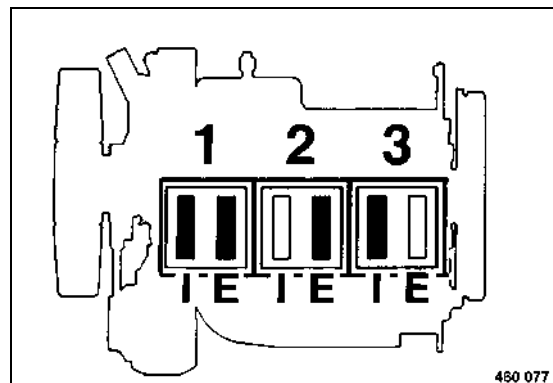

Fig. 163
**Crankshaft position 2 (Fig. 163)**